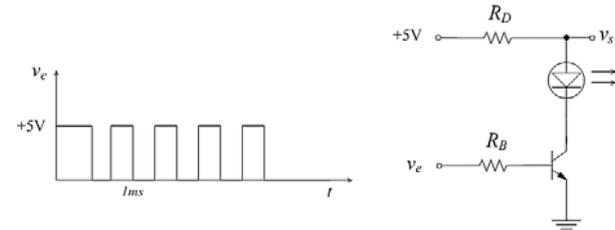

Fig. C.2 - Circuito para cálculo da chave transistorizada do exemplo C.1.
**Exemplo C.1:** Deseja-se acionar o LED do circuito da Fig. C.2 com um sinal de 5 V. O LED deve operar com uma corrente de 20 mA (queda de 2 V). Será empregado o transistor NPN de chaveamento 2N2222 que tem um ganho mínimo de 50. Determinar  $R_D$ ,  $R_B$  e a tensão  $v_s$  de acordo com a tensão de entrada.